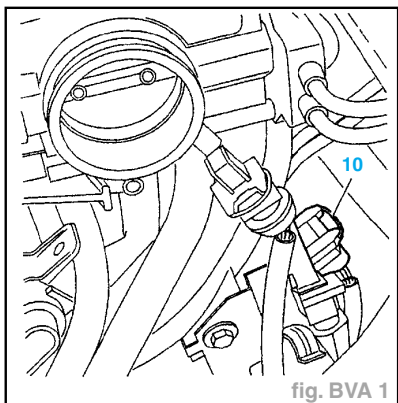

fig. BVA 1
- Débrancher le connecteur bleu (10) (fig. BVA 1).